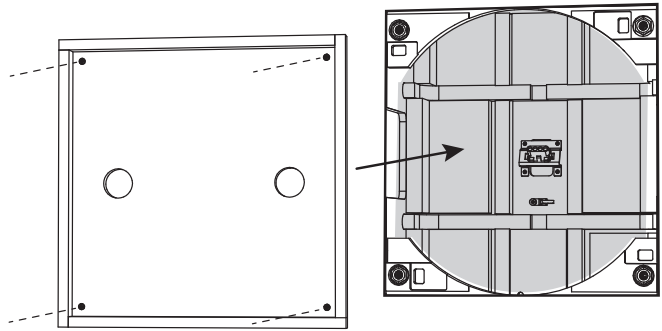

図 5. 開口部から乾式壁を取り外し、カバーを取り付けた
2. 乾式壁の取り付け後、背面缶の長方形の開口部をガイドとして使用して、適切なハンドツールで乾式壁の穴を慎重に切り取ります (図 5)。スピーカーワイヤーやバック缶の木を切らないように注意してください。乾式壁の開口部が背面缶の開口部よりも大きくないことを確認してください。バック缶内からほこりやごみを取り除きます。